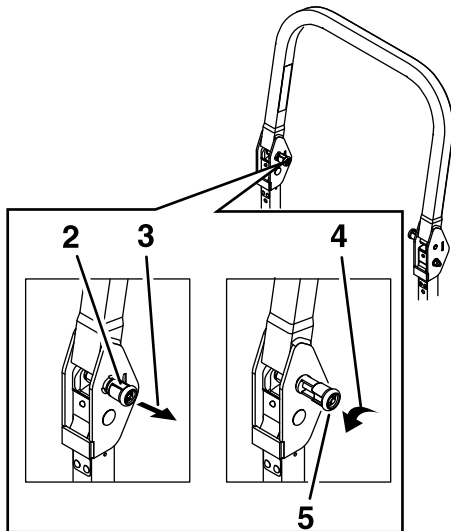

Figura 8
2. Tire de ambos pomos hacia fuera y gírelos 90 grados para desengranarlos (Figura 8).
- Baje la barra antivuelco (Figura 8).